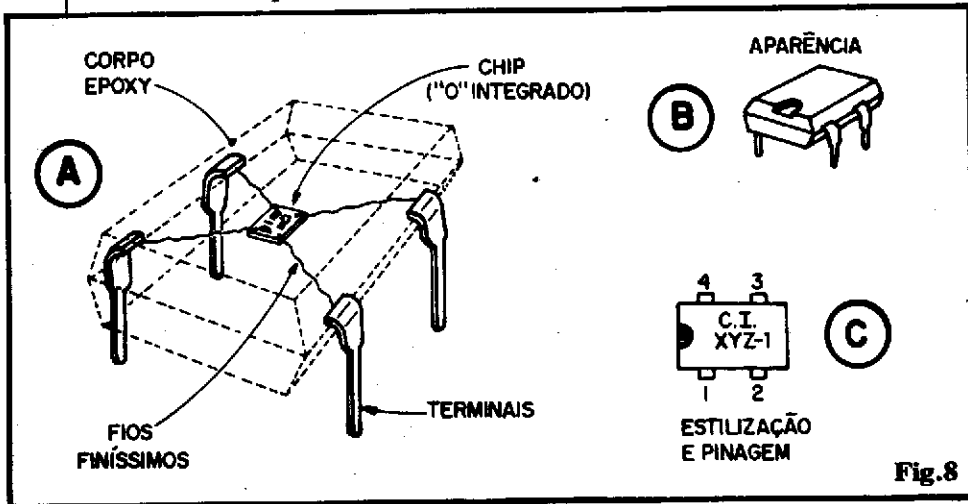

Fig.8
- FIG. 8 - Levando a "brincadeira" (séria...) adiante, vejamos como implementaríamos fisicamente o nosso Integrado recém-criado:
- FIG. 8-A - A pastilhinha de silício sobre a qual seria "feito" o arranjo transistores/resistores (fig. 7) seria obviamente minúscula, não mais do que 1 mm2 (e mesmo
- FIG. 8-B - A aparência externa do nosso Integradinho seria a mostrada...
- FIG. 8-C - Numa estilização convencional, o Integrado seria mostrado assim, com uma marquinha identificatória da extremidade a partir da qual os pinos deveriam ser "numerados" (ver TRUQUES & DICAS, novamente...), além de um código "de fabricante" (suponhamos "XYZ-1"...), a partir do qual os usuários poderiam procurar, no respectivo Manual, os essenciais dados funcionais, limites, funções de pinagem, etc.